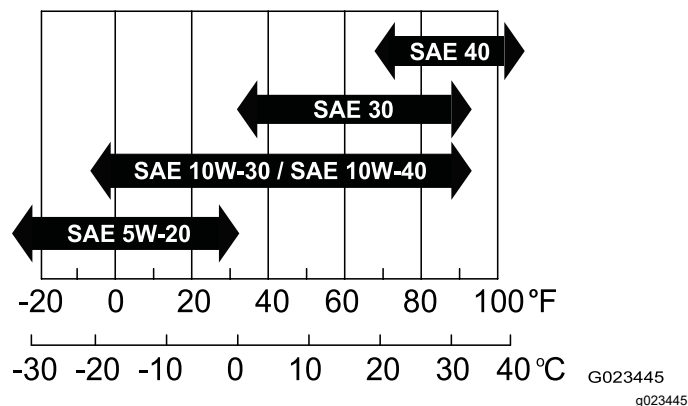

Рисунок 32
- **Вязкость:** SAE 30; другие значения вязкости см. в следующей таблице (Рисунок 32):